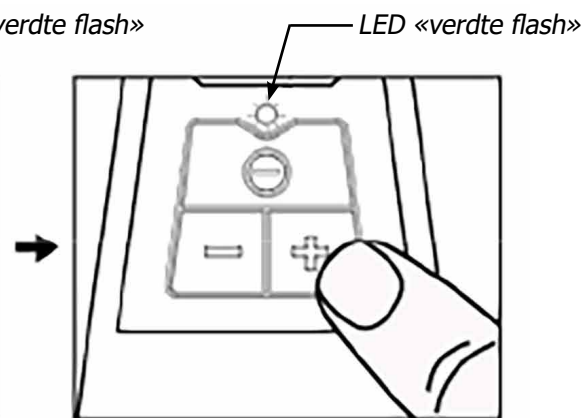

Fig. 3
3. Regolare la velocità premendo sui pulsanti " + " o " - " sulla placca del pulsante. Premere su «+» per aumentare la velocità e «-» per abbassare la velocità (Fig. 3).